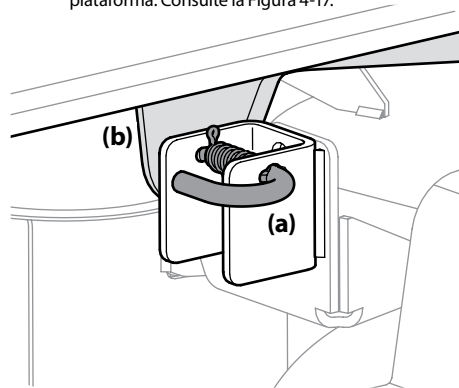

Figura 4-17
10. Ubique los pasadores de liberación (a) de la plataforma del lado izquierdo y del lado derecho que se encuentran a cada lado de la plataforma. Tire de los pasadores de liberación de la plataforma (a) hacia afuera y suelte la plataforma de los brazos de elevación (b) del lado derecho e izquierdo de la plataforma. Consulte la Figura 4-17.
- Tire de los pasadores de liberación de la plataforma hacia afuera y ubique la plataforma según sea necesario para alinear los orificios de los brazos de elevación de la plataforma con los pasadores. Consulte la Figura 4-17.